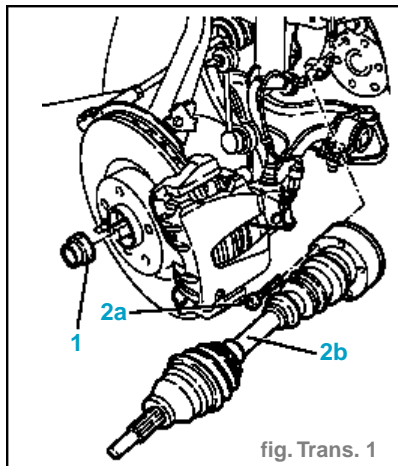

fig. Trans. 1
- Enlever les chanfreunages et dévisser l'écrou (1) du demi-arbre au moyeu de roue. (fig. Trans. 1)